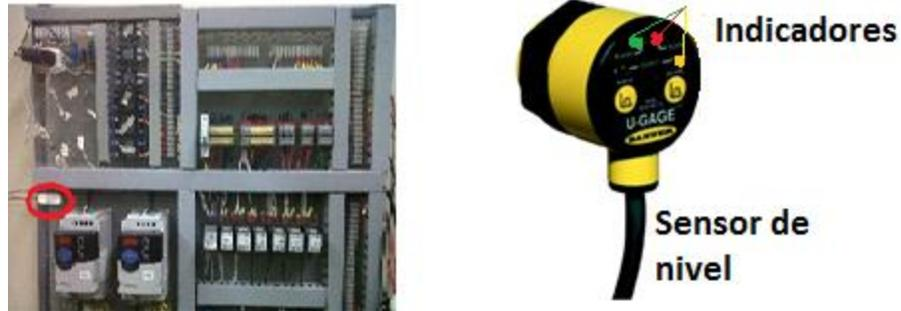

Figura 44. Tablero de Control – Sensor de Nivel del Tanque 1
8. Alimentar los elementos con los 24 voltios, modificando el switch ubicado en el panel (Figura 44 – encerrado con un círculo rojo). El sensor de nivel que se encuentra en el tanque 1 debe encender sus indicadores (Figura 43).